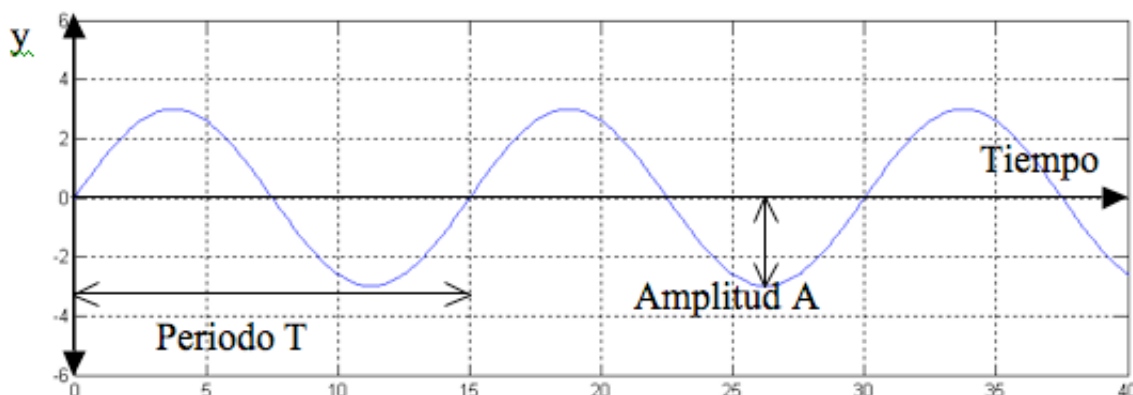

Figura 2: Evolución temporal de la perturbación armónica en  $x = 0$  ( $T = 15$  y  $A = 3$ )
donde hemos definido  $T = \lambda/c$ . Interpretamos ahora este nuevo parámetro. Por simplicidad consideremos  $x = 0$ , de manera que (4) se reduce a  $y(0, t) = A \sin(2\pi t/T)$  cuyo gráfico se muestra en la figura 2. Claramente la partícula en  $x = 0$  (y cualquier otra partícula) experimenta oscilaciones armónicas de amplitud  $A$  y período  $T$ . Entonces la ecuación (4) describe una onda armónica, de amplitud  $A$  y con longitud de onda  $\lambda$  y período  $T$  que viaja hacia la derecha.